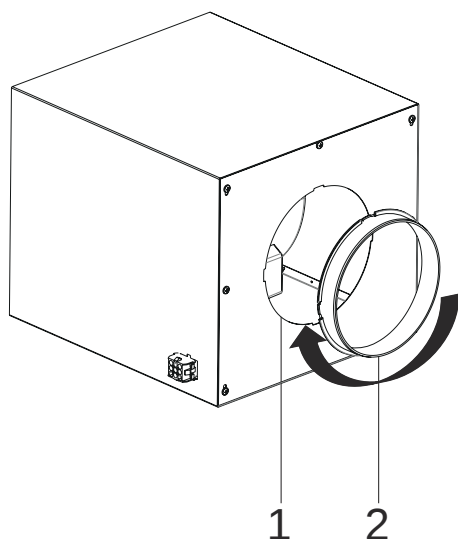

Fig. 13
7. ➡ Sätt på Ø150mm utsugsstosen på adapterplattan och skruva fast den (Fig. 13).